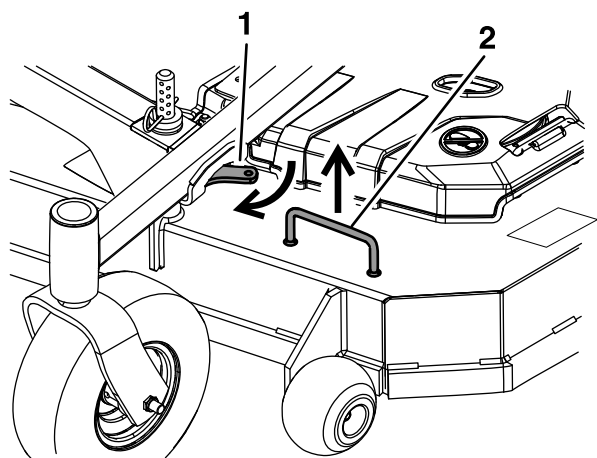
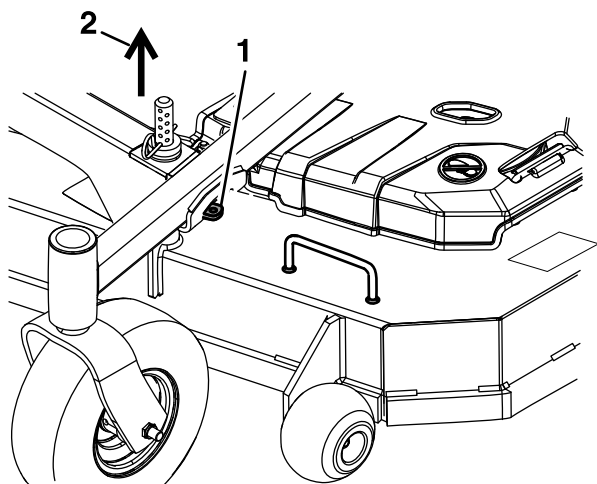

Figure 16
Figure 17
3. Levez le tablier de coupe aussi haut que possible au moyen de la poignée, comme montré à la Figure 16, (la position de la poignée varie selon la taille du tablier). Engagez le levier de changement de hauteur du tablier en le déplaçant en avant jusqu'à ce qu'il vienne toucher la tige de support (voir Figure 17). Après avoir engagé le levier manuellement, abaissez le tablier jusqu'à ce qu'il soit en appui sur le levier.